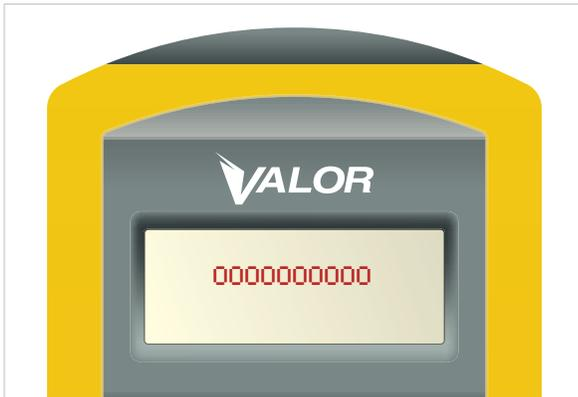

Figure 10
6. Plusieurs zéros s'affichent et le SmarTool émet un bip lorsqu'il a localisé le capteur. (Figure 10)